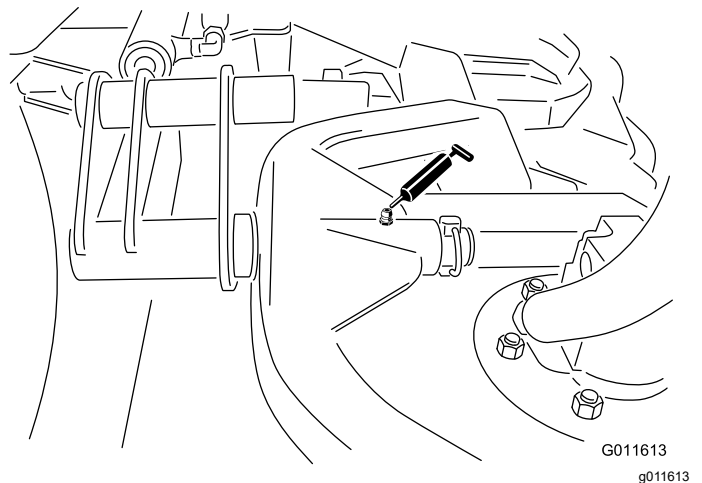

Figura 66
- Pivote del bastidor de tiro de la unidad de corte (1 en cada): Figura 66